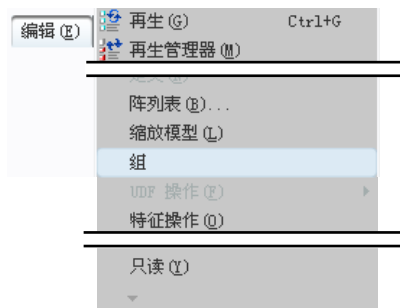

图 5.24.3 下拉菜单
Step3. 选择下拉菜单  编辑(E) → 组 命令（如图 5.24.3 所示），此时拉伸 2、倒圆角 1 和倒角 1 的特征合并为  组LOCAL GROUP（如图 5.24.2b 所示），至此完成组的创建。